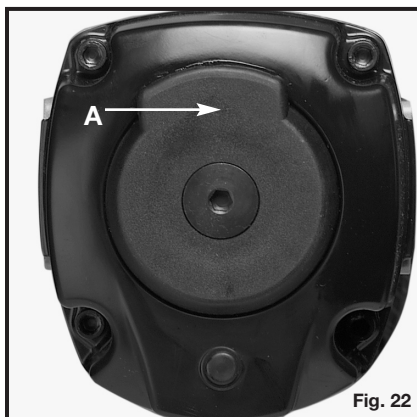

Fig. 22
6. Régler la déflecteuse directionnelle d'échappement (A) Fig. 22, à fin que l'échappement d'air soit dirigé loin de l'opérateur. La déflecteuse a huit positions détentées pour la direction de l'échappement loin de l'opérateur. Empoignez la déflecteuse et la tournez vers la position désirée pour l'application actuelle.